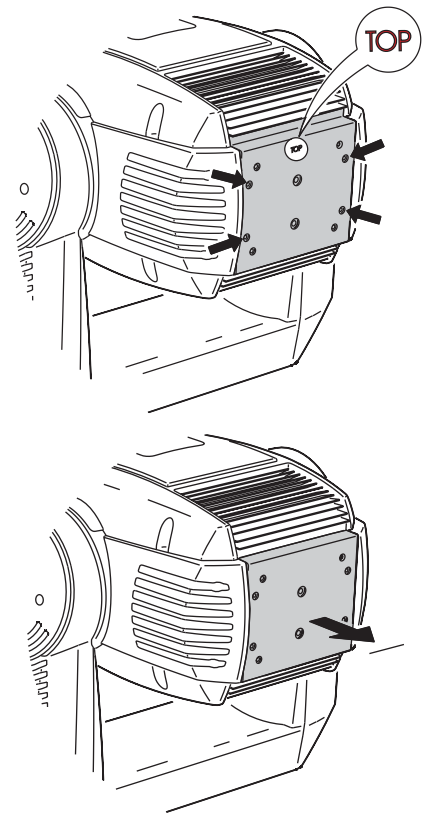

Bild 4: Zugriff auf das Leuchtmittel
- 2 Unter Bezug auf Bild 4: Lösen Sie die 4 mit Pfeilen markierten Schnellverschluss-Schrauben an der Rückseite des Kopfes. Ziehen Sie das Lampenmodul so weit wie möglich heraus und lassen Sie es in dieser Position.